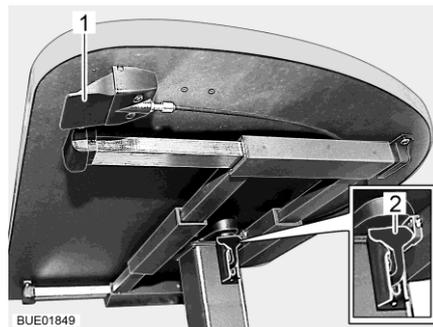

Fig. 55 Mesa elevadora con botón de desbloqueo
- Tirar o presionar hacia abajo la palanca de bloqueo (Fig. 55,2).
- Empujar la palanca de bloqueo (Fig. 55,2) hacia arriba.
- Pulsar y mantener pulsado el botón de desbloqueo (Fig. 55,1). El tablero de la mesa se desplaza automáticamente hacia arriba hasta el tope final.
- Soltar el botón de desbloqueo (Fig. 55,1). El tablero de la mesa permanecerá en la posición seleccionada.
- Pulsar y mantener pulsado el botón de desbloqueo (Fig. 55,1).
- Soltar el botón de desbloqueo (Fig. 55,1). El tablero de la mesa se quedará en la posición más baja.